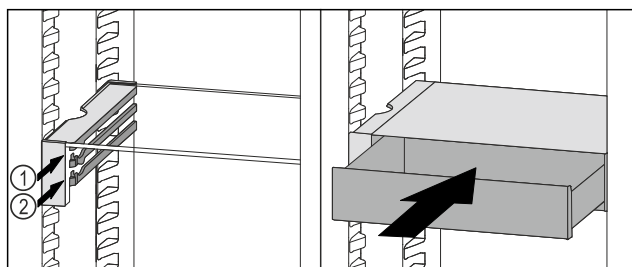

Fig. 103
- Поставете чекмеджето на VarioSafe зад ограничителите върху желаното ребро Fig. 103 (1) или Fig. 103 (2).